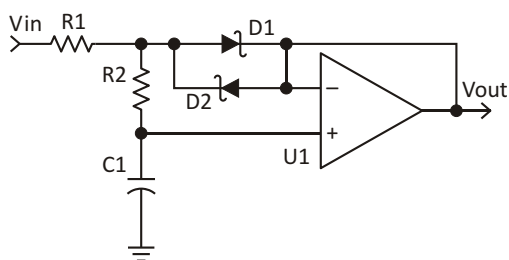

Рисунок 1. Генератор пилообразного напряжения.
1. В схеме использован малогабаритный ферритовый сердечник ($\mu = 2000$, габариты 12.7 7.15 4.90 мм) компании Fair-Rite, серийный номер которого указан на схеме (Рисунок 1).
В статье продемонстрирован простой способ формирования из ступенчатого входного сигнала пилообразного напряжения с почти постоянной скоростью нарастания. В базовой схеме используется единственный операционный усилитель (Рисунок 1). Если бы схема основывалась на интеграторе, таких усилителей, в типичном случае, потребовалось бы три.
Предположим, что для питания схемы требуется положительное напряжение, но в вашем распоряжении есть только источник отрицательного напряжения. Получить в этом случае положительное напряжение из отрицательного при достаточно высоком КПД можно с помощью стандартной микросхемы повышающего преобразователя (Рисунок 1). Напряжение на выходе повышающего преобразователя должно быть выше входного напряжения. Поскольку выходное напряжение (в нашем примере 5 В) больше уровня «земли» отрицательного входного напряжения, это правило здесь не нарушается. В
схеме на Рисунок 1 использован стандартный повышающий преобразователь EL7515. Земляной вывод микросхемы соединен с отрицательной входной шиной. Таким образом, «земля» становится «плюсом» входного источника. Выходное напряжение V_{OUT} равно:
Рисунок 1. При использовании вывода земли в качестве входа отрицательного напряжения, повышающий преобразователь может эффективно стабилизировать положительное выходное напряжение.